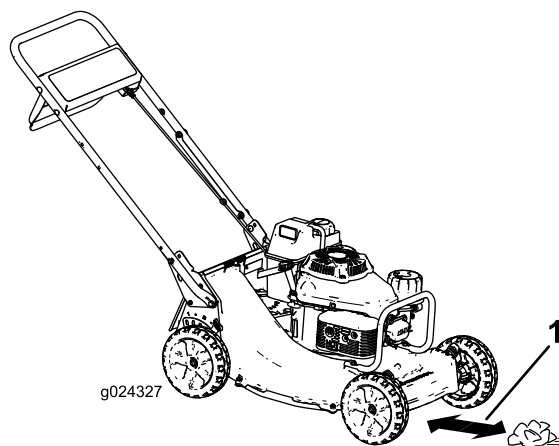

Figura 15
4. Coloque la bola de papel de periódico a unos 13 cm por delante de la máquina (Figura 15).